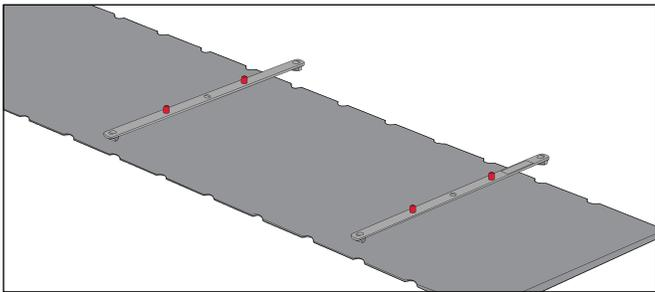

FIGURE 1
1. Insérer les extrémités des barres de positionnement dans les encoches de repérage appropriées compatibles avec Varian Exact® du plateau de table ou du dispositif, à 700 mm de distance (généralement 5 encoches), et les enclencher en place. (Figure 1)